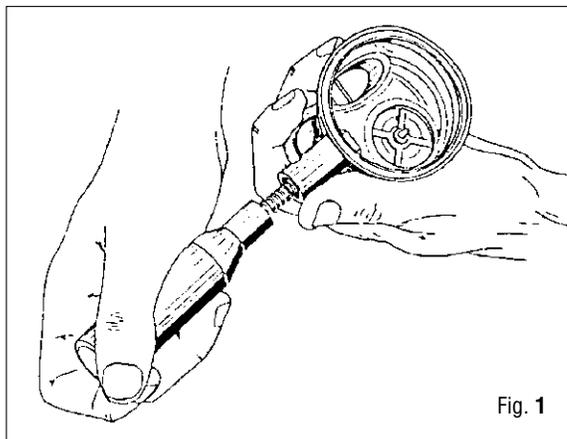

Fig. 1
2. Corte aproximadamente 7 mm de la parte terminal del vástago de la válvula de descarga (40) con unas pinzas de corte (o tijeras)
3. Monte la pastilla (47) en el cuerpo de la válvula (30).
4. Posicione en la herramienta especial (B-6) la válvula de la 2ª etapa completa y su muelle correspondiente (31).
5. Ejerciendo una ligera presión, posicione correctamente la válvula de la 2ª etapa con su muelle correspondiente en el manguito de la boca de la segunda etapa (Fig. 1)
PARA OBTENER UNA CORRECTA POSICIÓN DE LA VÁLVULA DE LA SEGUNDA ETAPA SE ACONSEJA ROTAR LA CAJA DE LA SEGUNDA ETAPA HACIA LA DERECHA Y HACIA LA IZQUIERDA (Fig. 1)